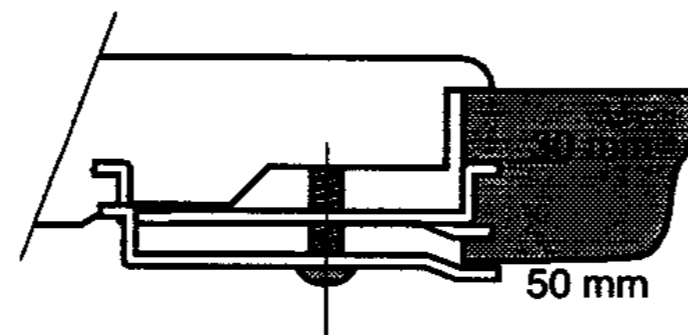

Abb. 7
- Die Haltebügel montieren (siehe Abb. 7).